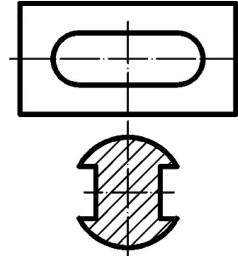
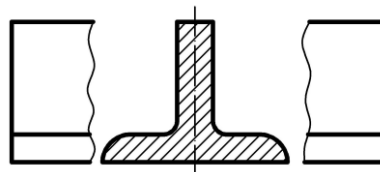
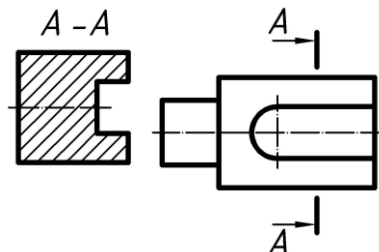
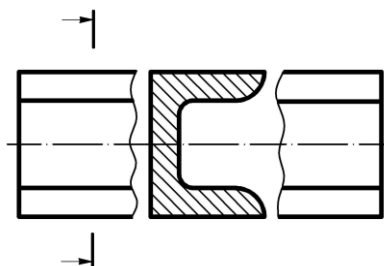

Рис.1
Рис.3
Рис.4
Рис.6
- **вынесенные** (расположены вне изображения предмета) (рис. 1),
можно располагать в разрыве между частями одного и того же вида (рис.3), на продолжении линии сечения (рис.1) или в любом месте поля чертежа с обозначением, проводя разомкнутую линию с указанием стрелками направления взгляда и размещением прописных букв русского алфавита (рис.4).
Вынесенные сечения не обозначают, если линия сечения совпадает с осью симметрии сечения, а само сечение расположено либо на продолжении линии сечения (рис.1), либо в разрыве между частями вида (рис. 3), иначе проводят разомкнутую линию с указанием стрелками направления взгляда (рис.6).